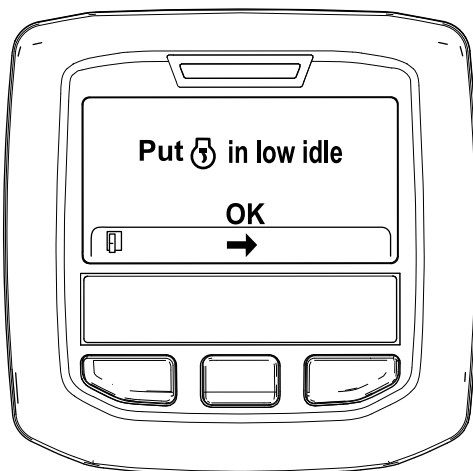

Figura 47
6. Mova o controlo da aceleração para RALENTI BAIXO e prima o botão central (Figura 47).